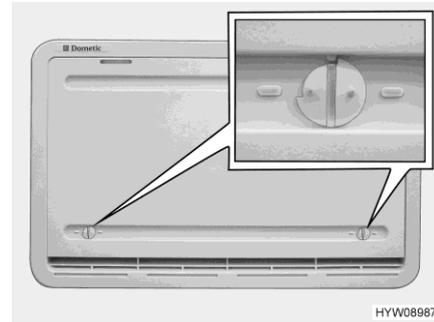

Fig. 133 Cubierta de invierno (rejilla de ventilación del frigorífico)
La cubierta de invierno (Fig. 133) protege el grupo de refrigeración de aire frío. Colocar cubiertas de invierno delante de ambas rejillas de ventilación del frigorífico si la temperatura exterior cae por debajo de +10 °C (tanto en caso de funcionamiento a gas como en caso de funcionamiento con electricidad).
- Abrir ambos bloqueos (Fig. 133) (la ranura está en posición horizontal).